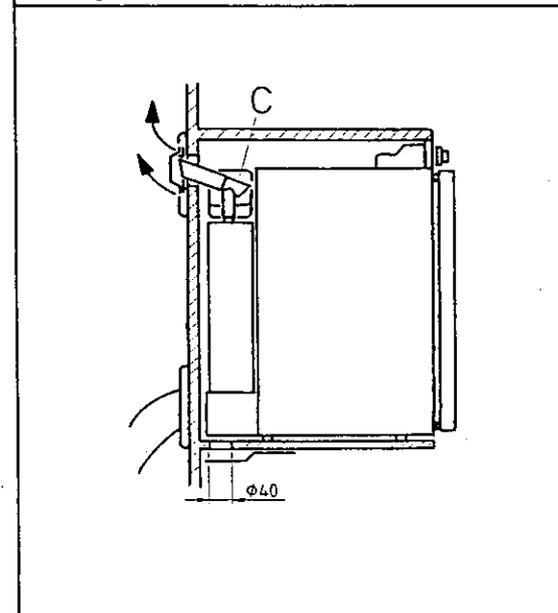

Fig. 9
## Évacuation des gaz brûlés (Alt. II), Fig. 9.
Lorsque cela est possible (par exemple si le réfrigérateur est encastré sous un plan de travail), il est recommandé de prévoir une grille de ventilation directement au-dessus du condenseur (C), fig. 9.